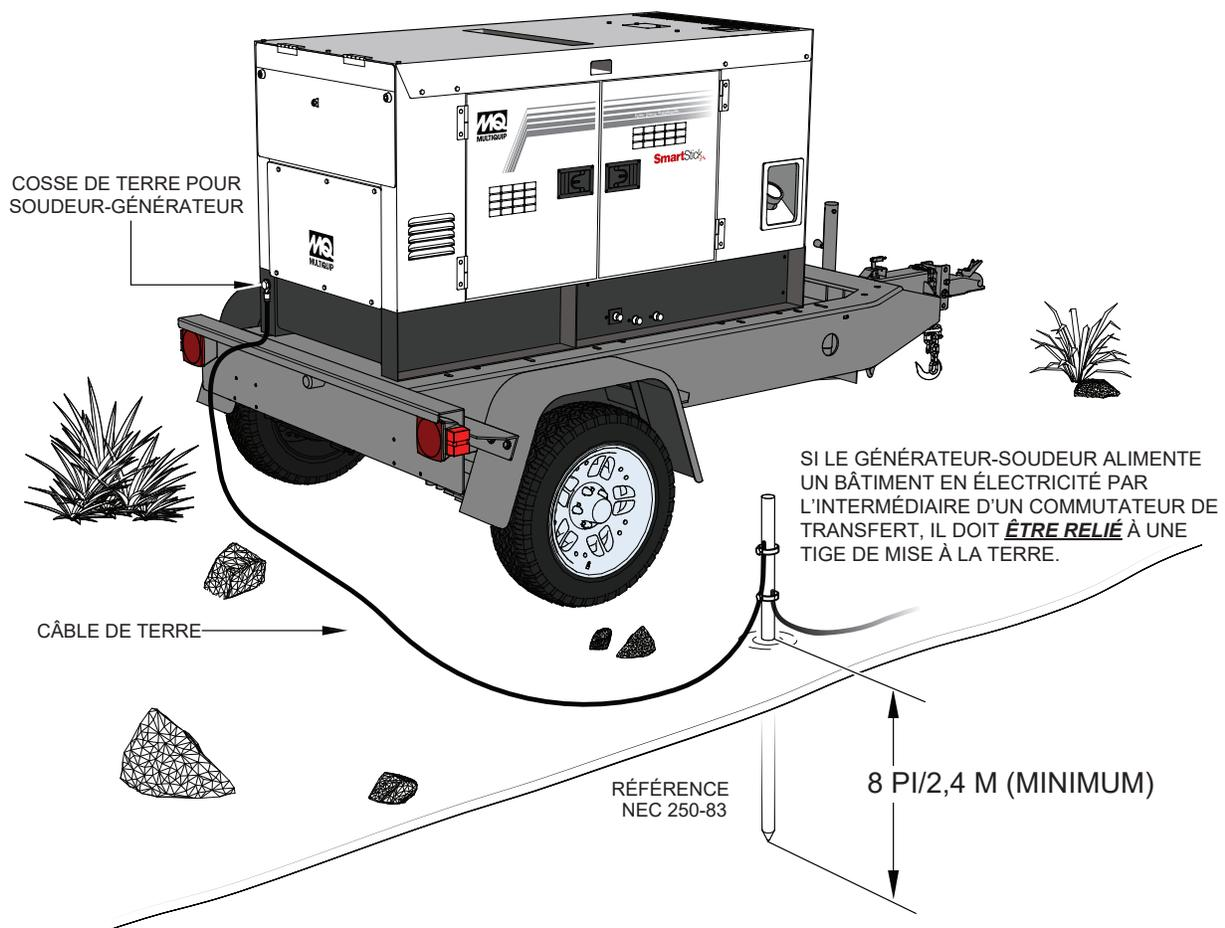

Figure 3. Application de mise à la terre des soudeurs et des générateurs
Connecter une extrémité de la borne du câble de mise à la terre à la terre au point de mise à la terre de la soudeuse et du générateur (Figure 3). Connectez l'autre extrémité du câble de mise à la terre à une prise de terre appropriée (tige de mise à la terre).
L'Occupational Safety and Health Administration (OSHA) et le National Electrical Code (NEC) recommandent que si la soudeuse-génératrice fournit de l'énergie électrique à une structure (maison, bureau, atelier, remorque ou similaire), elle doit être connectée à un système d'électrodes de mise à la terre, tel qu'une tige de mise à la terre (Figure 3).
Le cas échéant, pour se prémunir contre les décharges électriques et les dommages possibles au générateur, il est important de fournir une bonne mise à la **TERRE**, (Figure 3).
2. Lorsque la mise à la terre du générateur (Figure 3) est nécessaire, connectez une extrémité du câble de mise à la terre à la cosse de mise à la terre du générateur. Connectez l'autre extrémité du câble de mise à la terre à la tige de mise à la terre (masse de la terre).